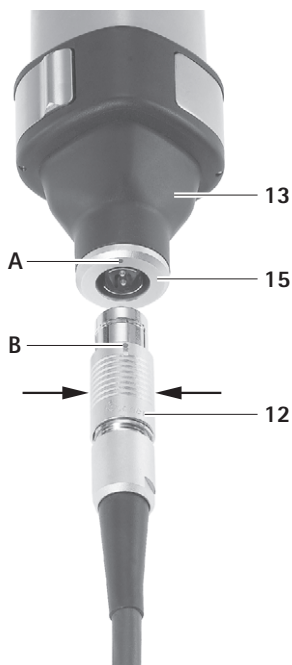

Рис. 6
- ▶ Подключение штекера 12: Повернуть штекер 12 таким образом, чтобы маркировка В на штекере 12 соответствовала маркировке А на гнезде 15, и вставить его до упора в гнездо 15, см. Рис. 6.